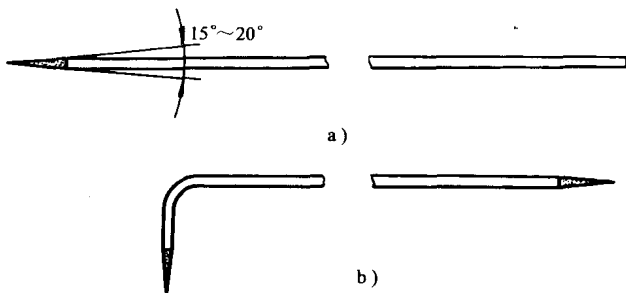

图 1-11 划针
**答** 划针是在工件上划线的基本工具。目前常用的划针是  $\phi 3 \sim \phi 4\text{mm}$  弹簧钢丝的端头焊上硬质合金窄条，然后用手工磨尖而成（图 1-11）。也有将高速钢（锋钢）条锻打拔细、磨尖，或直接用弹簧钢丝磨尖作划针的。划针尖端的角度为  $15^\circ \sim 20^\circ$ 。为使划针耐用，可将尖端部分的角度稍磨大一点。弯头划针用在直划针划不到的地方。